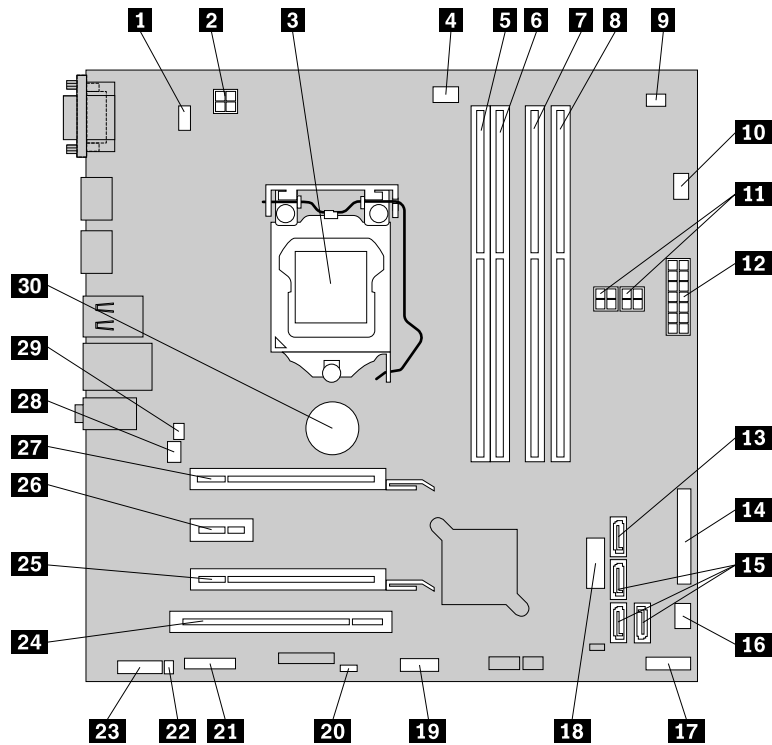

Figure 5. Emplacement des composants sur la carte mère d'un ThinkCentre M93/p
- La Figure 5 « Emplacement des composants sur la carte mère d'un ThinkCentre M93/p » à la page 15 indique l'emplacement des composants sur la carte mère d'un ordinateur ThinkCentre M93/p.